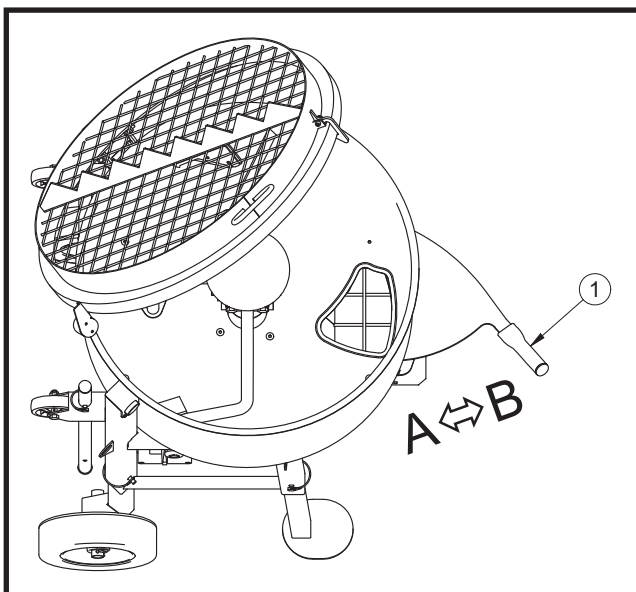

Fig.6
Para o fazer, levantar totalmente a alavanca (ref.1, fig.6), até à posição B.
Para fechar o bocal, colocar novamente a alavanca (ref.1, fig.6), na posição A.